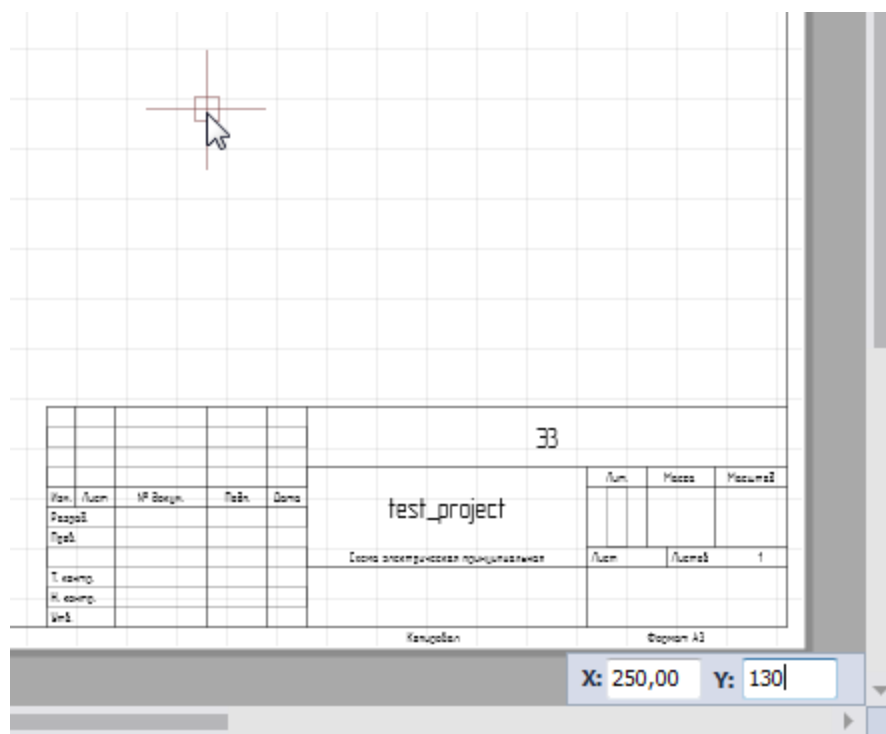

Рис. 344 Поля для ввода координат
2. В поля «X» и «Y» введите требуемые координаты. После ввода координат, курсор мыши автоматически переместится в заданную позицию, Рис. 344.